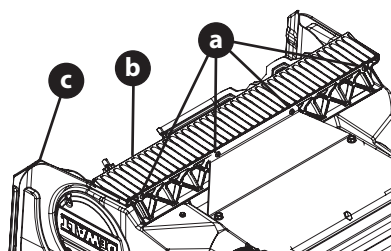

Figura 20
4. Extraiga los cuatro tornillos estrella (a) que sujetan la placa de raspado (b) a la caja de la barrena (c) (Figura 20).